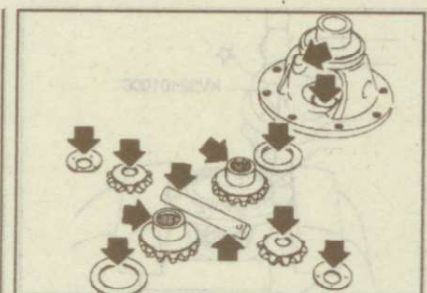

Рис. 9.242. Места проверки шестерен, шайб, оси и коробки дифференциала
- Проверьте сопрягаемые поверхности коробки дифференциала, полуосевых шестерен и сателлитов (рис. 9.242).